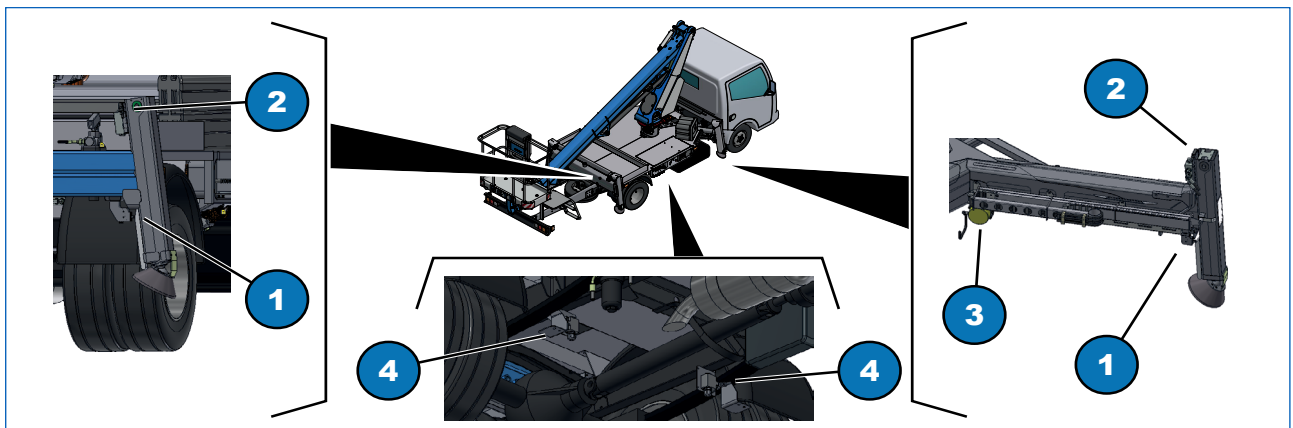
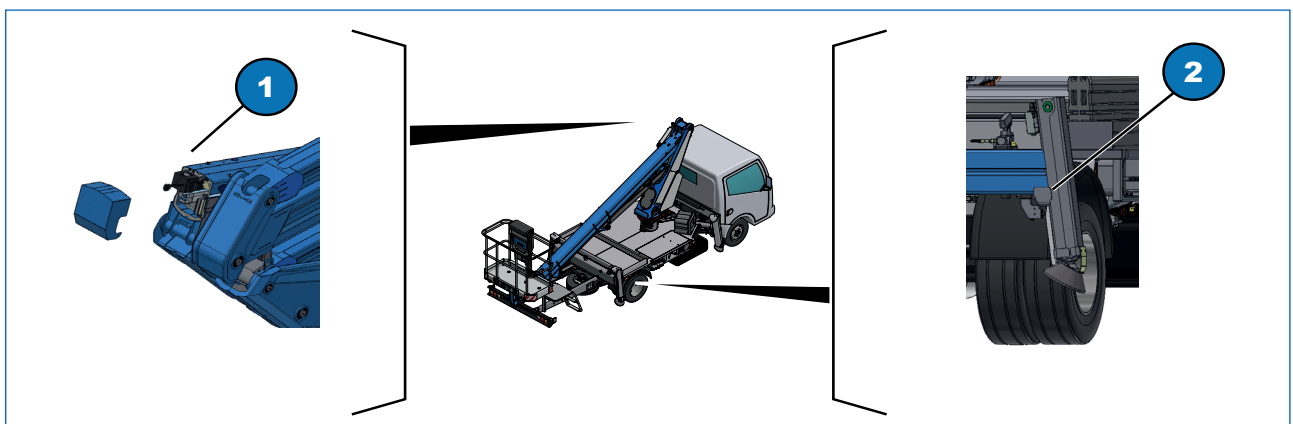

Fig. 5.8
Fig. 5.9
- Quand les stabilisateurs sont correctement étirés, les quatre voyants 1, 2, 3 et 4 au niveau des commandes de stabilisation (voir Fig. 4.3), sont allumés pour signaler le fonctionnement correct du microinterrupteur (Fig. 5.8, 2) ;
Le dispositif de contrôle pour la marche sur la route est composé d'un micro-interrupteur (Fig. 5.9, 1) positionné derrière le bras télescopique et d'un micro-interrupteur positionné sur chaque poutre de stabilisateur (Fig. 5.8, 2). Ces micro-interrupteurs fonctionnent simultanément et une fois qu'ils sont tous actionnés, le voyant go s'allume sur le panneau de la cabine, la nacelle est complètement refermée, prête pour la marche sur la route.
Le dispositif de contrôle de la zone de travail est constitué par un capteur d'étirement (Fig. 5.8, 2) positionné sur chaque poutre du stabilisateur antérieur, par deux potentiomètres (Fig. 5.8, 3) positionnés sur la couronne pivotante et par un capteur d'étirement et d'angle (Fig. 5.8, 1) positionné à l'arrière du bras télescopique.
Le niveau à bulle (Fig. 5.9, 1) situé au niveau des leviers de commande des stabilisateurs, indique la planéité de la machine.